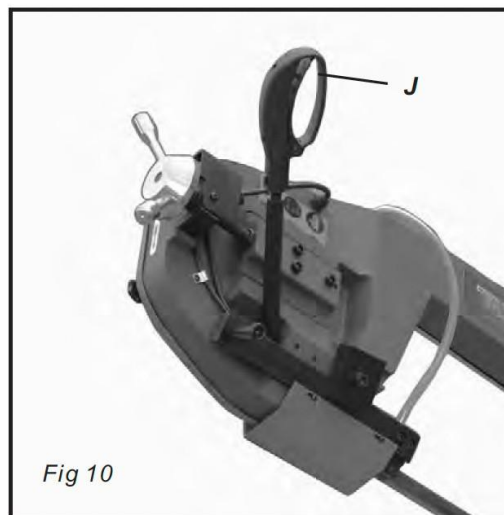

Fig 10
- Abra completamente la válvula de regulación de flujo hidráulico (B) girando la válvula en sentido horario hasta el final.
- Abra completamente la válvula de control de flujo hidráulico (A) girando la válvula en sentido antihorario hasta el final.
- Presione el gatillo (J, fig. 10) para iniciar la operación.